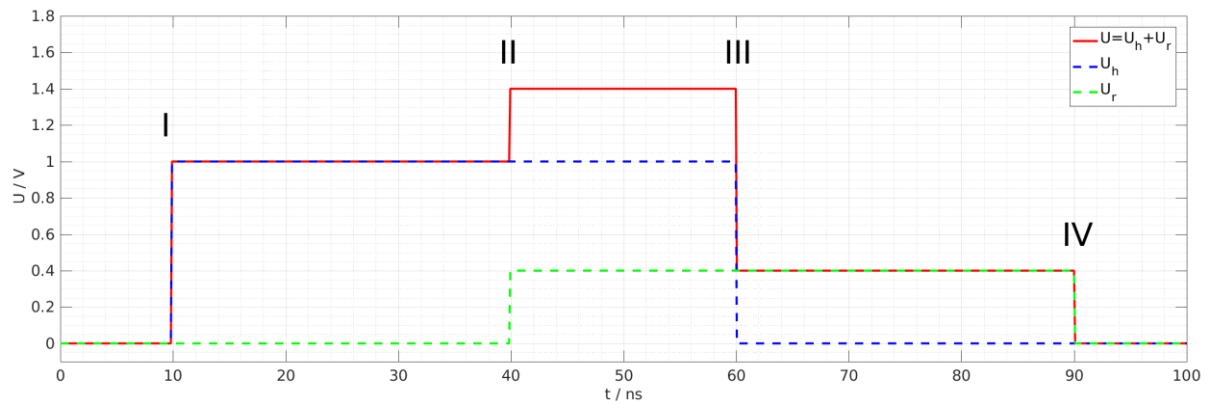

Abbildung 3 Impulsdiagramm
Im Impulsdiagramm ist der Spannungs-Zeitverlauf dargestellt, wie er auch mit Hilfe eines Oszilloskops aufgenommen werden kann. Abbildung 3 zeigt beispielhaft den Verlauf einer TDR-Messung. Dabei beträgt die Kabelimpedanz  $Z_c = 50 \Omega$ . Der Abschlusswiderstand  $R$  beträgt hingegen etwa  $117 \Omega$ . Der Reflexionsfaktor  $\Gamma$  ist folglich größer als 0.
2. Bestimmen Sie aus dem gegebenen Impulsdiagramm (Abbildung 3) die Länge des Kabels bei einem Verkürzungsfaktor von 0,66. Des Weiteren sollen der Reflexionsfaktor sowie der Abschlusswiderstand bestimmt werden. ( $Z_c = 50 \Omega$ )